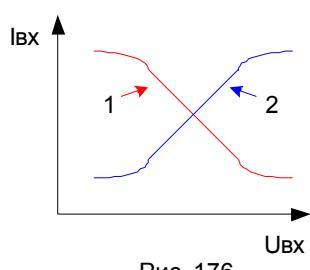

Рис. 176
- Входные характеристики (смотрите рисунок 176) – это зависимость входного тока I_{bx} ИМС от величины входного напряжения U_{bx} . $I_{bx} = f(U_{bx})$.